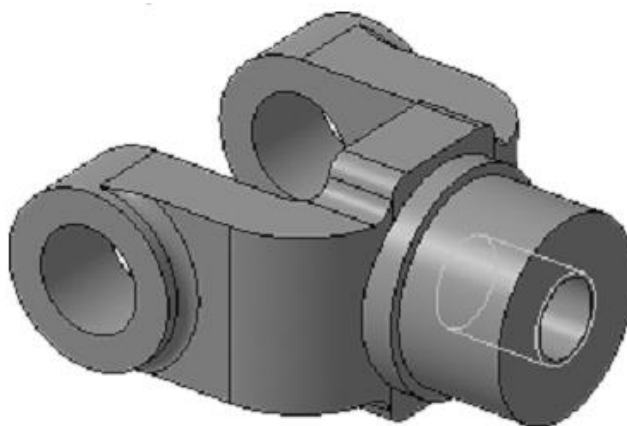

Рисунок 41.
10. Нажмите кнопку Создать объект (рис.41).